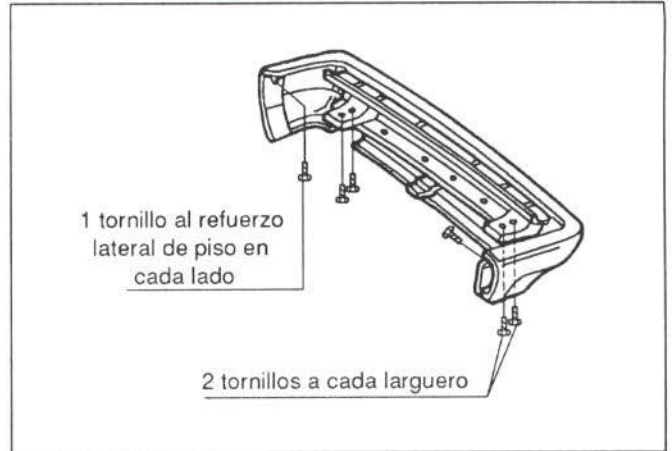

Figura 54.- Unión del paragolpes trasero
Su unión se muestra en la figura 54.
- Paragolpes (figura 54)